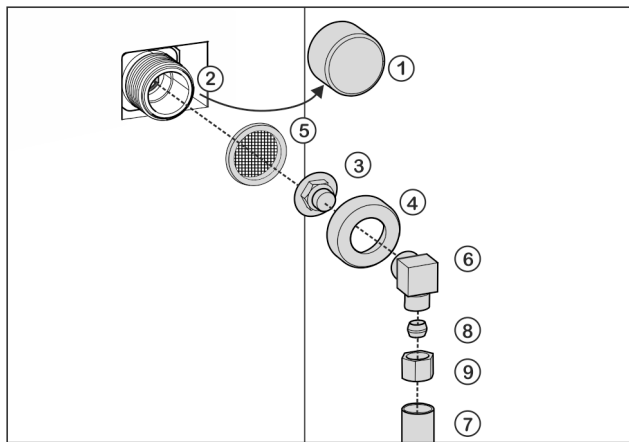

Fig. 19
- Retirar el tapón Fig. 19 (1) de la electroválvula Fig. 19 (2).
- Colocar la pieza de unión Fig. 19 (3) en la tuerca de racor Fig. 19 (4).
- Colocar el filtro *Fig. 19 (5)* con la parte hundida hacia abajo en la dirección de la pieza de unión *Fig. 19 (3)*.
- Enroscar a mano la tuerca de racor *Fig. 19 (4)* en la rosca de la electroválvula *Fig. 19 (2)* hasta que quede firme y segura.
- Enroscar la pieza acodada *Fig. 19 (6)*.
- Conectar la tubería de agua *Fig. 19 (7)* (p. ej., tubería de cobre de 1/4" OD) con la ayuda del anillo de apriete *Fig. 19 (8)* y la tuerca *Fig. 19 (9)* en la pieza acodada *Fig. 19 (6)*.
- De ser necesario: Fijar la tubería de agua *Fig. 19 (7)* con el estribo de retención en la carcasa.
- Apartar a un lado la pieza acodada *Fig. 19 (6)*.
- Conectar la tubería de agua *Fig. 19 (7)* (p. ej., tubería de cobre de 1/4" OD) con la ayuda del anillo de apriete *Fig. 19 (8)* y la tuerca *Fig. 19 (9)* en la pieza de unión *Fig. 19 (3)*.